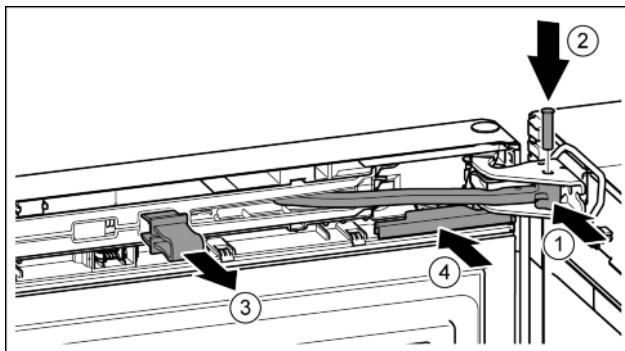

Fig. 45
- ▶ Scharnier in lagerbus draaien. Fig. 45 (1)
- ▶ Bout in de lagerbus en het scharnier aanbrengen. Opletten dat hierbij de vergrendelnok correct in de groef zit. Fig. 45 (2)
- ▶ Borging verwijderen. Fig. 45 (3)
- ▶ Afdekking erop schuiven. Fig. 45 (4)